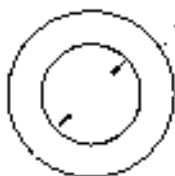

图 5.6.2 “尺寸弯头”选项
- 尺寸弯头**：将几何公差附着在尺寸弯头（即尺寸线的水平部分）上，如图 5.6.2 所示。